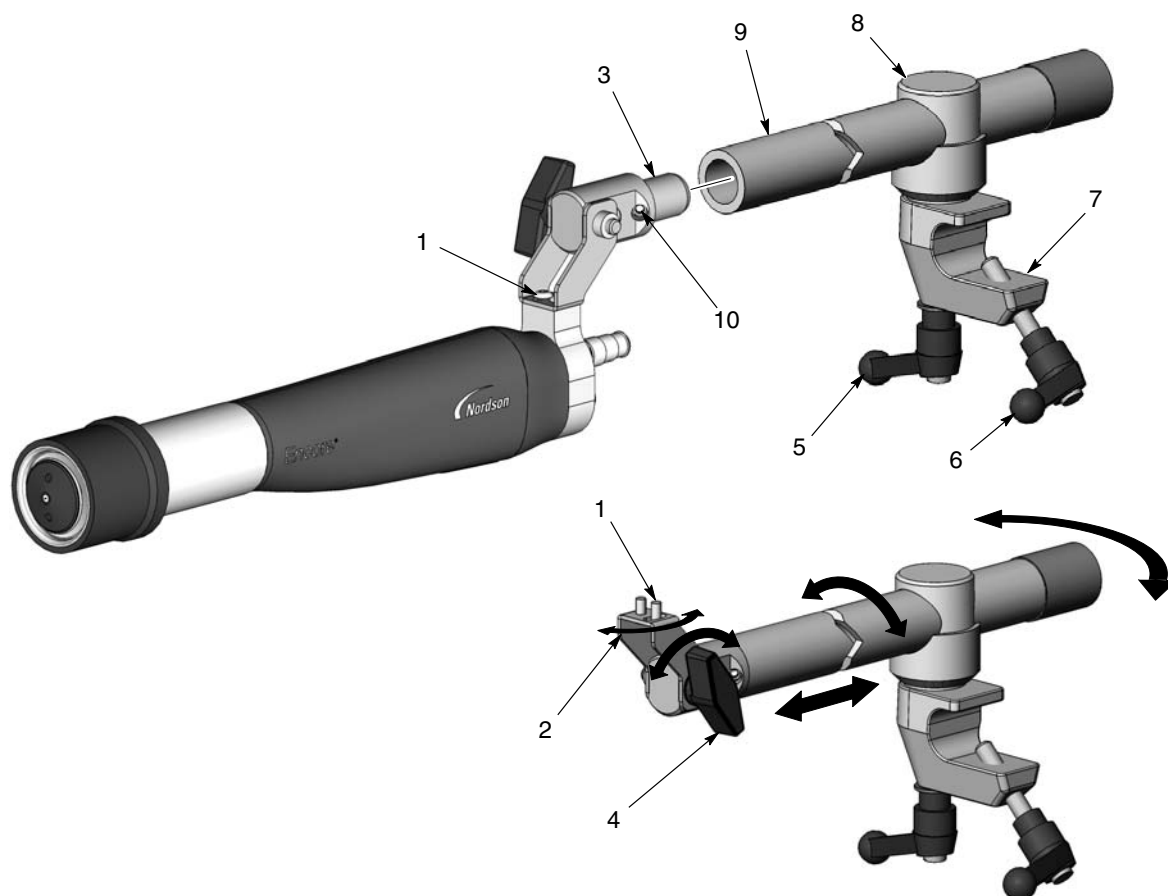
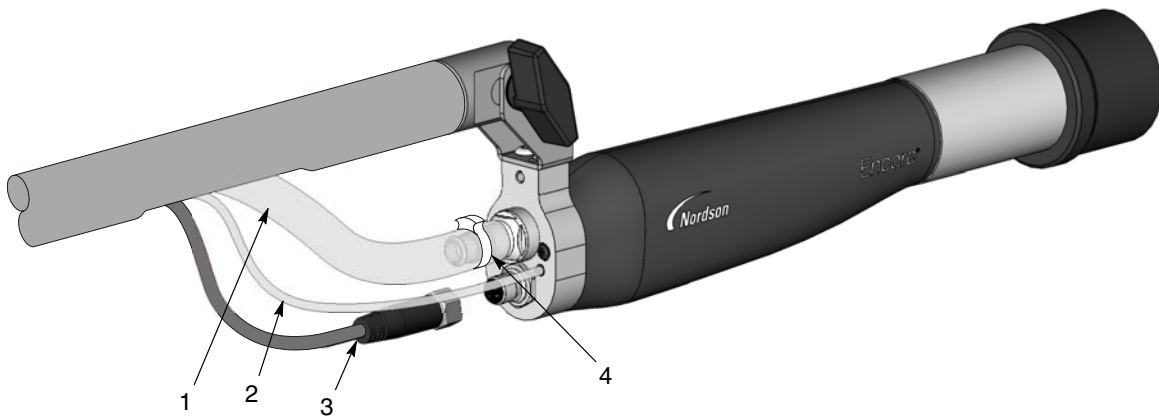

Figura 3 Montaje de la pistola de montaje en barra articulada estándar
Figura 5 Conexiones de la pistola
1. Ver la figura 3. Instalar el adaptador de tubo (3) en el extremo de la varilla de ajuste (9) y asegurarlo apretando el tornillo de ajuste (10) con una llave macho hexagonal de 4 mm.
- Para desplazar la punta de la pistola de lado a lado, soltar el tornillo botón derecho (1).
- Para inclinar la punta de la pistola hacia arriba o hacia abajo, soltar el botón de inclinación (4).
- Para girar la varilla de ajuste o deslizar la misma hacia delante o hacia atrás, soltar la empuñadura de bloqueo (5).
2. Ubicar la abrazadera (7) en una barra de montaje de 1 pulgada y apretar la palanca de sujeción (6).
3. Atar la manguera de polvo, el tubo de limpieza de aire de electrodos transparente de 4 mm y el cable de la pistola, y fijarlos a la varilla de ajuste con las cintas de velcro de Nordson. Conectarlos a la pistola de aplicación, tal y como se muestra en la figura 5.
1. Desenroscar y quitar el botón y la arandela (5, 4) del soporte de montaje de la pistola (3).
3. Deslizar el extremo del adaptador de tubo opcional (2) por el soporte de montaje de la pistola y alinear el orificio en el extremo del adaptador de tubo con los orificios en el soporte de montaje de la pistola.
5. Ver la figura 5. Tirar (en el siguiente orden) del cable de la pistola, del tubo de limpieza de aire de electrodos transparente de 4 mm, y de la manguera de polvo a través del tubo de montaje final y fuera de la muesca. Conectarlos a la pistola de aplicación, tal y como se muestra en la figura 5.